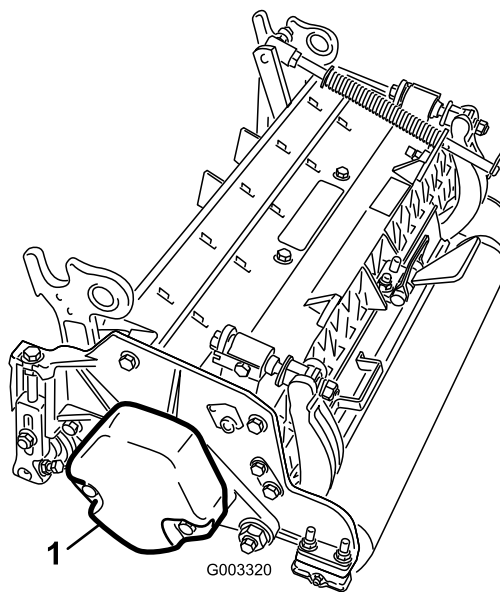

Figure 4
- 4. Veillez à monter le contrepoids (Figure 4) du bon côté du tablier de coupe, comme expliqué dans le *Manuel de l'utilisateur* du tablier de coupe.